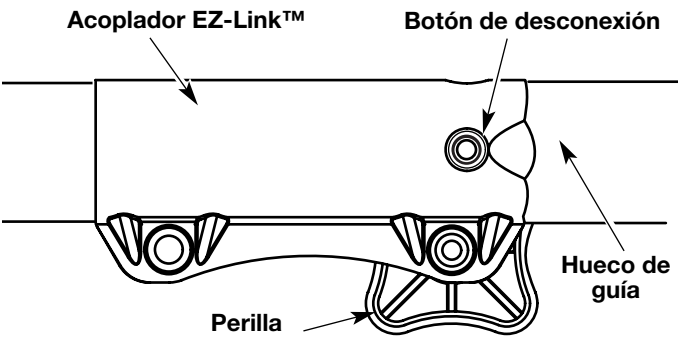

Fig. 9
1. Gire la perilla en sentido antihorario para aflojarla (Fig. 9).
NOTA: La alineación del botón de desconexión con el hueco de guía facilitará la instalación (Fig. 9).